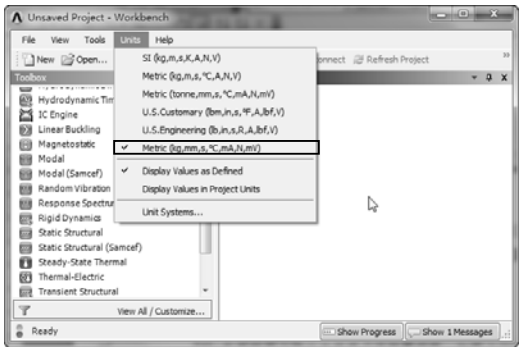

图 10-73 设置分析单位
- 2) 选择【Units】|【Metric (kg,mm.s,°C,mA,N,mV)】命令，设置分析单位，如图 10-73 所示。